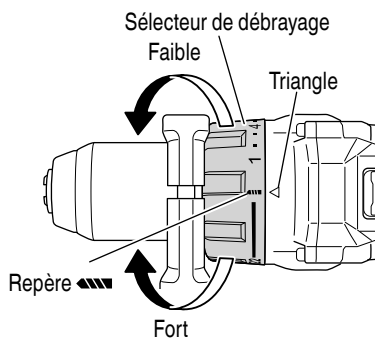

Fig. 15
- Vérification de la position du sélecteur de débrayage . <DS18DC> (Fig. 15)
- (2) Indication du couple de serrage (Voir la Fig. 15, 17)
- (3) Réglage du couple de serrage (Voir Fig. 15, 17)